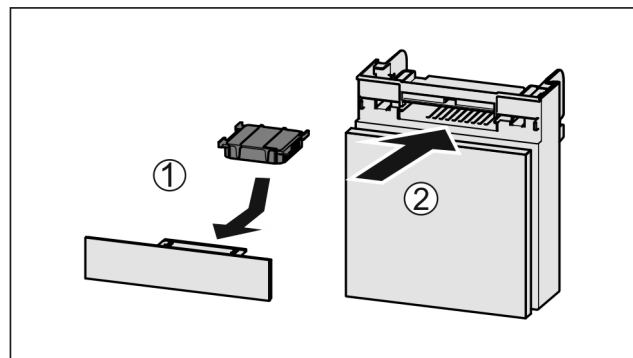

Fig. 160
- ▶ Vložte aktívny uhlíkový filter podľa obrázka Fig. 160 (1).
- ▶ Zasuňte zásuvku Fig. 160 (2).